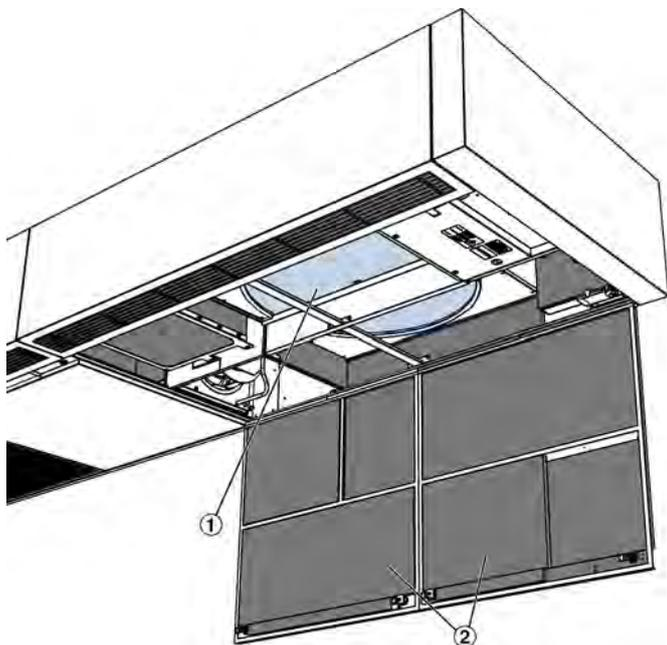

Abb. 87: Rotationswärmeübertrager reinigen
2. ▶ Die Revisionsdeckel (Abb. 87 /2) des Lüftungsgerätes öffnen ↪ 8.1.2.1 „Revisionsdeckel öffnen/schließen“ auf Seite 54 .
4. ▶ Die Revisionsdeckel (Abb. 87 /2) schließen ↪ 8.1.2.1 „Revisionsdeckel öffnen/schließen“ auf Seite 54 .